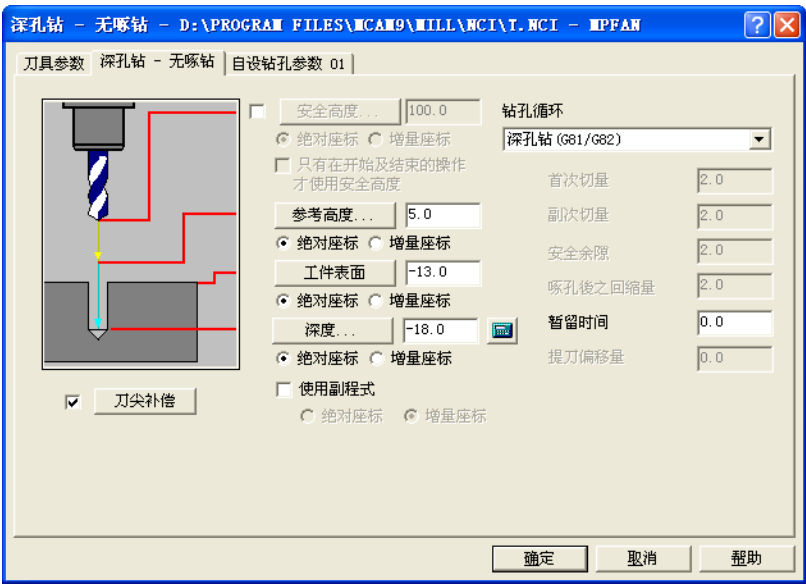
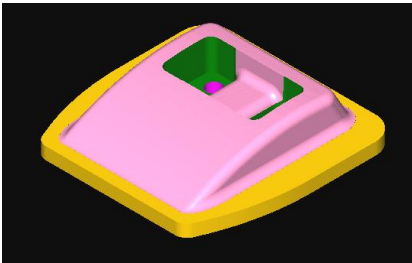

图 7-34 步骤 11) 等高外形精加工参数
图 7-35 零件 2 实体切削验证
11) 新建群组“钻孔 D6”, 选择“钻孔”, 从刀库中选择  $\phi 6$  钻头, 图形选择 4× $\phi 6$  孔, 在“刀具参数”选项卡, 设定进给率: 100、主轴转速: 1200, 勾选: 喷油; 钻孔方式选择“深孔钻—无啄钻”, 设定参考高度: 5.0、工件表面: -13.0、深度: -18.0、均点选“绝对坐标”, 勾选“刀尖补偿”, 其余参数均默认, 如图 7-34 所示。工件设定为 X81 Y81 Z18, 工件原点 X0 Y0 Z0, 实体切削验证如图 7-35 所示。将图形保存为“7-2.MC9”文件。